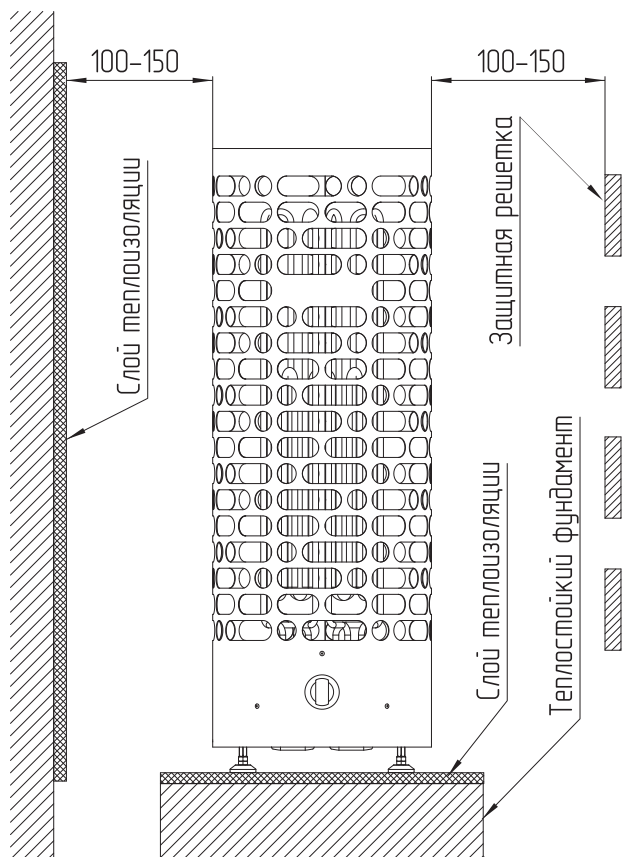

Рис.4 Схема размещения электрокаменки в помещении
Минимальные безопасные расстояния показаны на **Рис.4.**
Расположение электрокаменки в помещении с учетом необходимого для обслуживания расстояния показано на **Рис.4.**
- Место для каменки выбрано правильно, как указано на **Рис.4**.